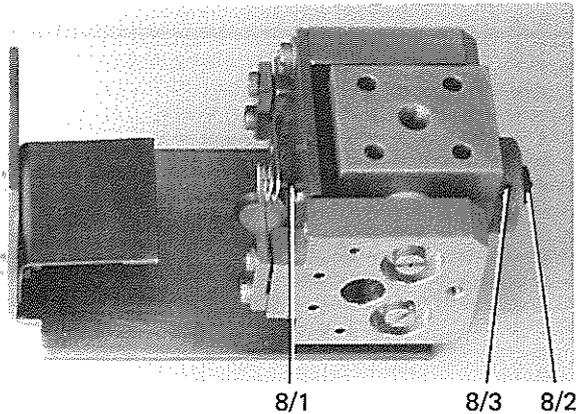

Fig. 8 Einsetzen des Verdampferstabes
- Verdampferkopf horizontal auf Unterlage auflegen (siehe Fig. 8).